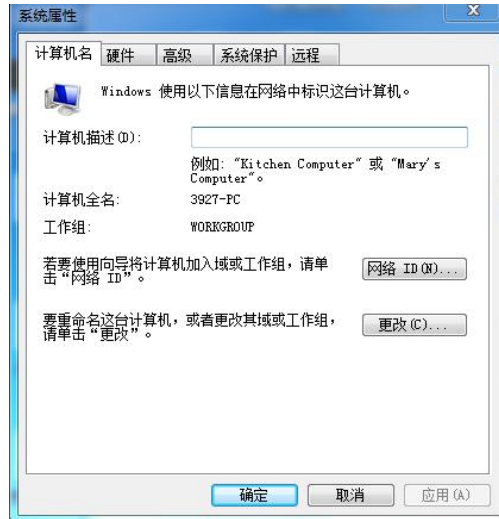

图 3.10 更改主机名称
- 步骤 1.** 按开始菜单, 选中计算机并右键选中属性, 点击计算机名称、域和工作组设置右侧的更改设置, 在计算机名栏下点击更改。如图 3.10 所示;